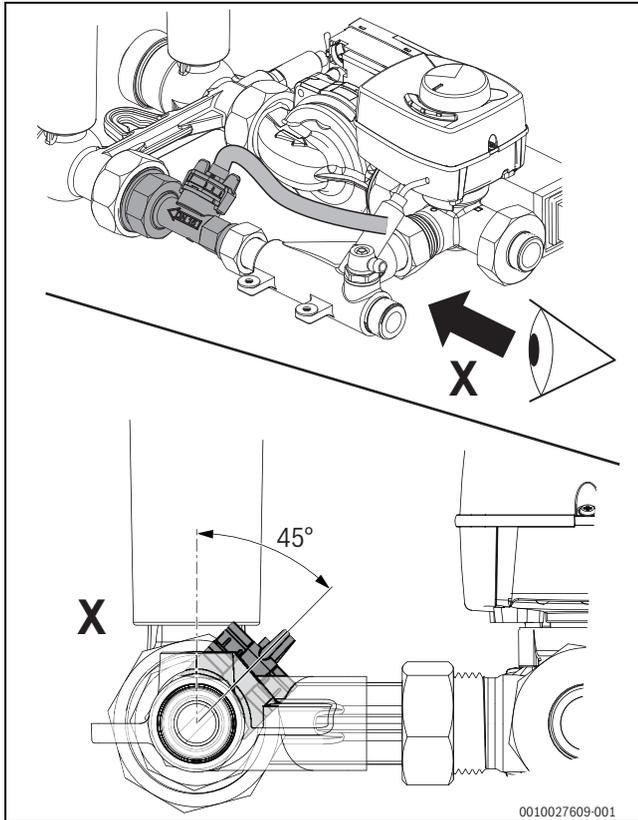

Bild 31 Volumenstromfühler ausrichten
- ▶ Volumenstromfühler ausrichten und Überwurfmutter anziehen (→Bild 31).